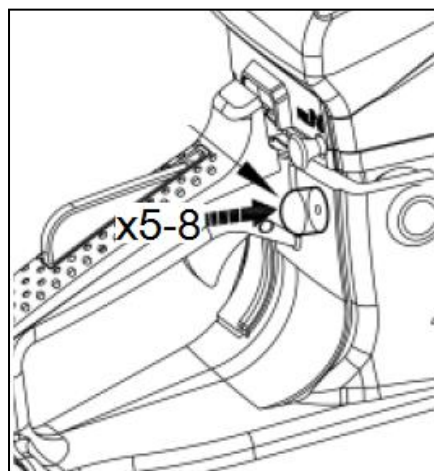

Рис. 16
4. Предварительно подкачайте топливо в карбюратор для облегчения пуска устройства. Нажмите на праймер 5-8 раз, чтобы подкачать топливо в карбюратор (см. Рис. 16).